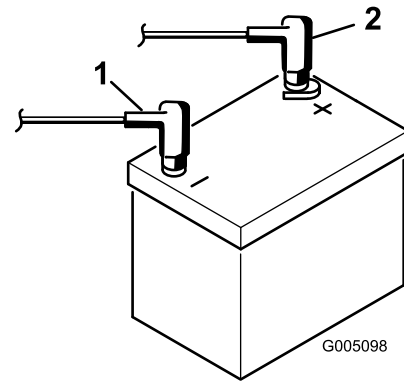

図 8
2. スターターからの赤い (+) ケーブルを (+) 端子に固定する (図 8)。レンチで締め付けて固定し、ワセリンを塗布する。ケーブルが擦れて磨耗するような配線はさける。座席の最後部でケーブルを傷つけることがあるので特に注意すること。